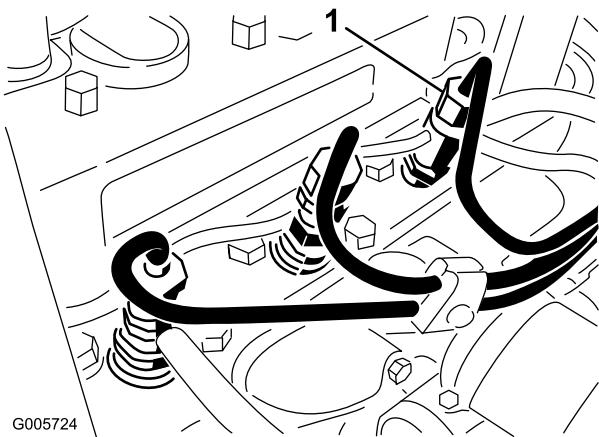

Figura 48
- Liberte a tubagem que se encontra ligada ao injector nº 1 e à estrutura de suporte da bomba de injecção (Figura 48).